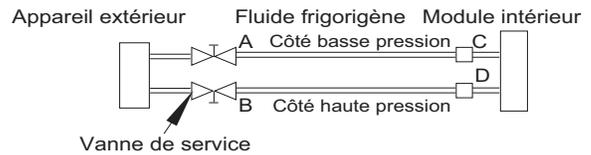

Fig. 37 — Valve de service
1. Serrez complètement les écrous évasés A, B, C et D, branchez le flexible de l'ensemble de manomètres à un orifice de charge de la valve de service côté basse pression (voir la figure 37).